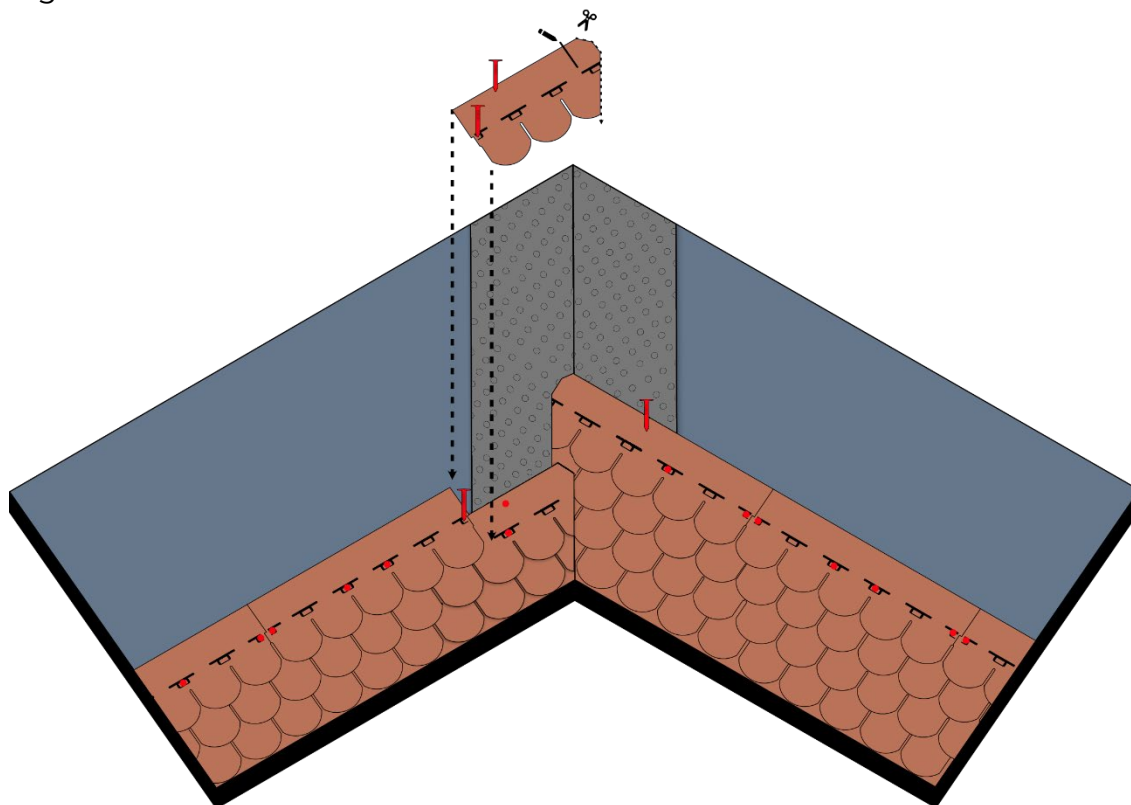

**Fig. 13** - Posa tegole sul compluvio
- Una volta completata la prima falda per l'intera lunghezza del compluvio, passare alla falda adiacente. Iniziare la posa delle tegole dalla fila di partenza e proseguire per file successive. L'ultima tegola di ogni fila dovrà arrivare almeno fino all'asse di compluvio - Fig. 13. Chiodare le tegole fino a 40 cm dall'asse del compluvio e applicarle a fiamma in corrispondenza della membrana bituminosa. Completata la posa delle tegole anche per la seconda falda, tracciare l'asse del compluvio. Procedere quindi al taglio delle tegole della seconda falda seguendo la linea di compluvio - Fig. 13.